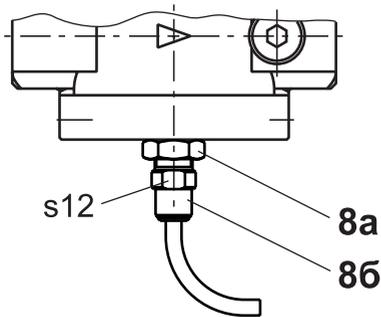

Рис. 8
- отверните контргайку 8а на корпусе 8б датчика положения (см. рис. 8);